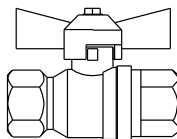

Fig. 14
- Na instalação do gás natural é obrigatório o uso de um registro de esfera adequado, nas proximidades do ponto de ligação (fig. 14).